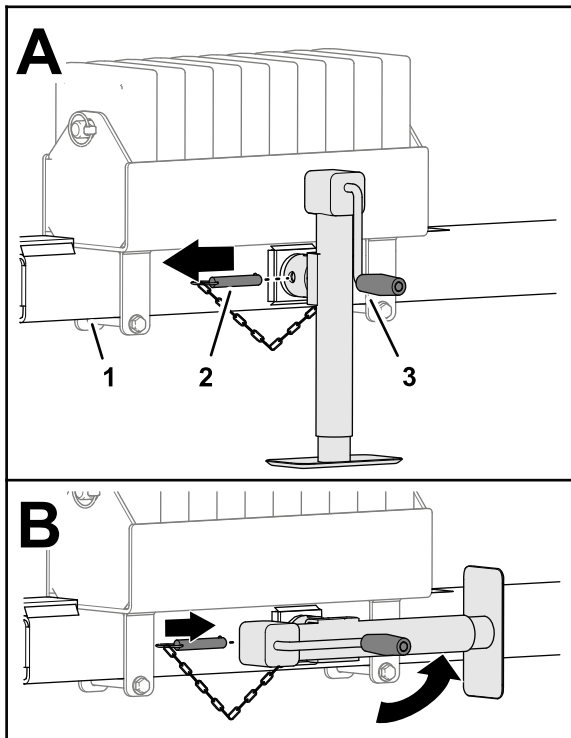

Bild 28
4. Entfernen Sie den Stift (Bild 28).
5. Drehen Sie den Wagenheber horizontal (Bild 28).
6. Stecken Sie den Stift durch die horizontalen Löcher am Wagenheber und am Kupplungsrohr (Bild 28).